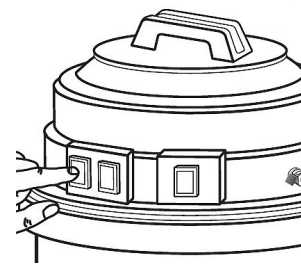

Abb. 7: EIN / AUS Schalter
Schritt 6: Stecken Sie den Stecker in die Steckdose und schalten Sie das Gerät am roten Schalter A ein (Abb.7).